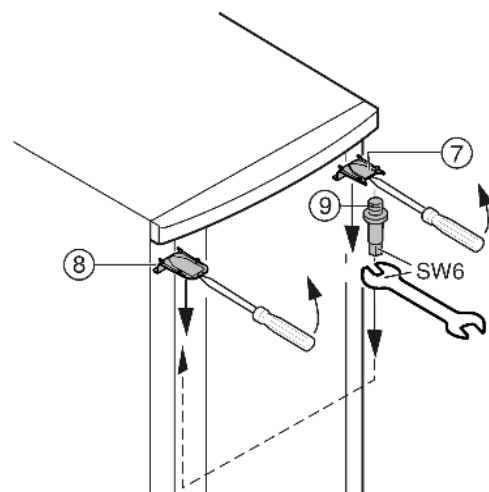

Fig. 8
- ▶ Oben Abdeckung Fig. 8 (7) und Abdeckung Fig. 8 (8) mit einem Schraubendreher vorn ausrasten und schräg nach unten entfernen.
- ▶ Lagerbolzen Fig. 8 (9) herausdrehen und auf der Gegenseite **fest (mit 4 Nm)** eindrehen.
- ▶ Abdeckung Fig. 8 (7) auf der Seite des Lagerbolzens wieder montieren: hinten einsetzen, vorn einrasten.
- ▶ Abdeckung Fig. 8 (8) auf der Gegenseite montieren: hinten einsetzen, vorn einrasten.
- ▶ Tür oben in Lagerbolzen Fig. 8 (9) einhängen.